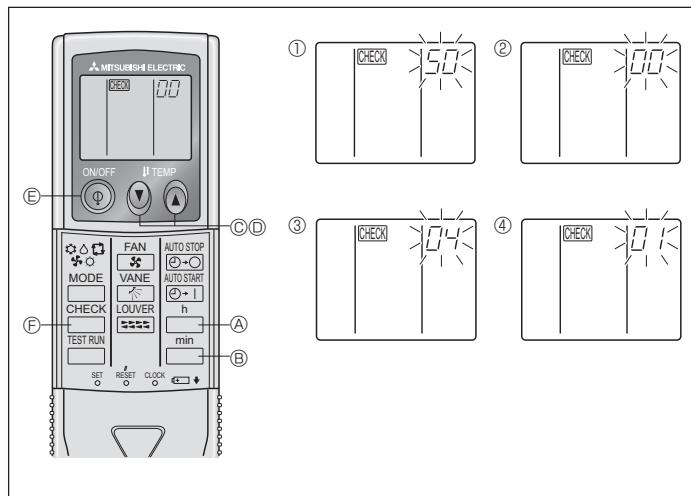

Fig. 6-9
⑧ Tryk på MODE knappen ⑩. Funktions- og indstillingsnumrene (Ⅰ) og (Ⅱ) vil nu være tændt konstant. Indstillingen kan bekræftes.
⑨ Tryk samtidig på knapperne FILTER ④ og TEST RUN ⑤ i mindst 2 sekunder. Funktionsvalgskærmen forsvinder midlertidigt, og displayet aircondition OFF vises.
2) Trådløs fjernstyring (Fig. 6-9)